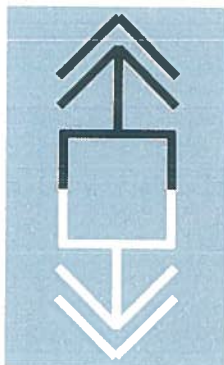

Fig. 7.23
- Prezență tensiune pe un pol al întreruptorului și lipsă tensiune pe celălalt (fig. 7.23.);